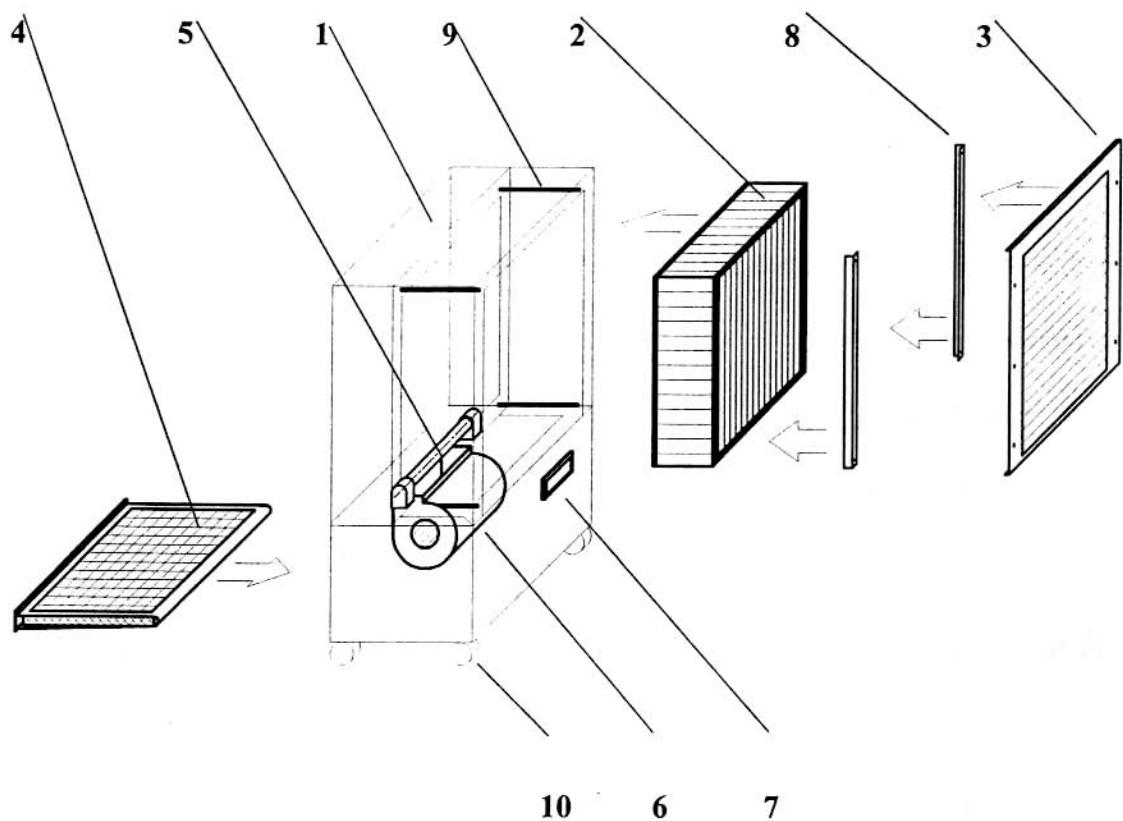

Рис. 1 Устройство ОМ-22
Устройство стерилизатора показано на рис. 1 и рис. 1а. Стеризатор состоит из корпуса (1), решетки (3) и кассеты предварительного фильтра (4).
Рис. 1а Стерилизатор ОМ-22 (вид сзади)
Панель управления (7 рис.1)
2. Отвернуть шесть винтов на решетке (Рис.1, поз3).
4. Отвернуть четыре гайки на шпильках (Рис.1, поз.9) и снять прижимные планки (поз.8).